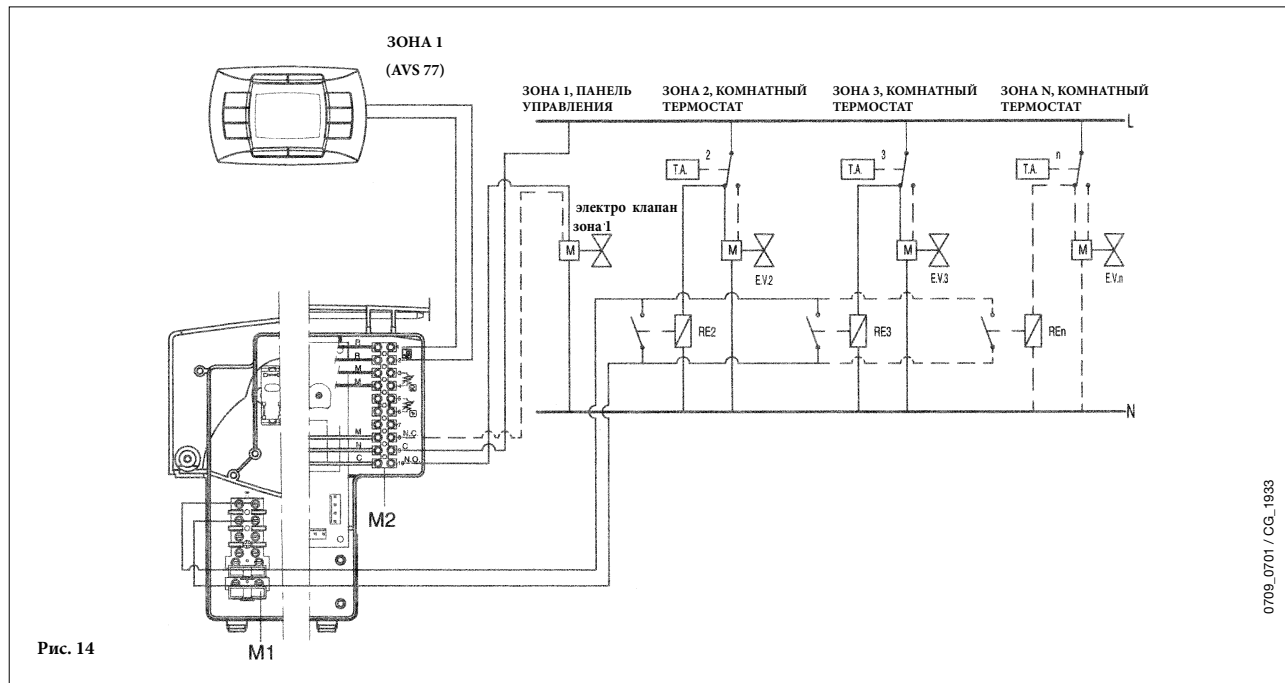

Рис. 14
**Клемма 8-9-10:** электропитание для зонального клапана (рис.14).
Схема присоединений показана на рис.14.